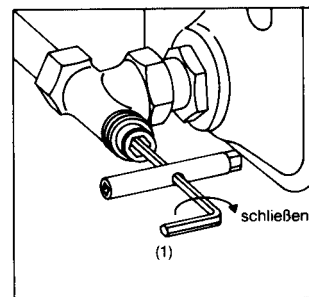

Bild 4
- 2.2 Ventilkegel mit Sechskantschlüssel SW 4 (1), durch Rechtsdrehen, schließen (Bild 4).